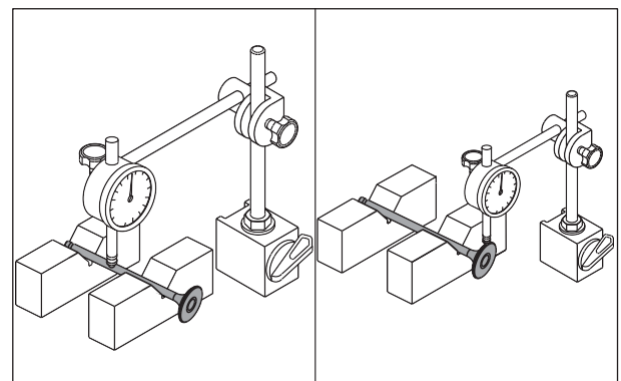

Fig. 3.62
- Usando la herramienta especializada y mida la deformación del vástago y de la cabeza de la válvula. Remplace la válvula por una nueva si la deformidad supera el límite de servicio. (Fig. 3.62)